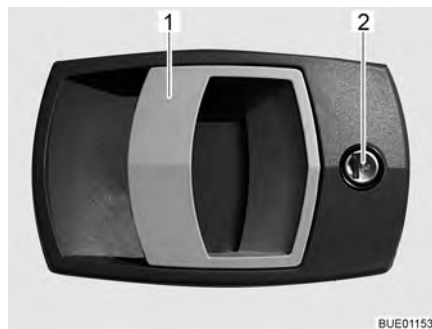

Fig. 29 Cerradura de la puerta de entrada, en el exterior
- Introducir la llave en el cilindro de cierre (Fig. 29,2) y girarla hasta que esté desbloqueada la cerradura de la puerta.
- Tirar del tirador de la puerta (Fig. 29,1). La puerta está abierta.
- Introducir la llave en el cilindro de cierre (Fig. 29,2) y girarla hasta que esté bloqueada la cerradura de la puerta.